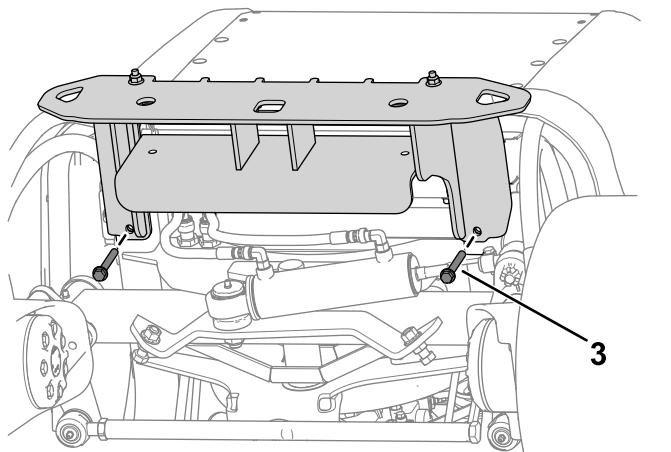

図 13
2. バンパーの上部を機体フレームに仮止めするボルト $\frac{3}{8}$ " x 3 $\frac{1}{4}$ " 4本とナット $\frac{3}{8}$ " 4個で図 13のように取り付ける。
3. バンパーを機体フレームの下に仮止めするボルト  $\frac{3}{8}$ " x  $2\frac{3}{4}$ " 2本とナット  $\frac{3}{8}$ " 2個で図 13 のように取り付ける。